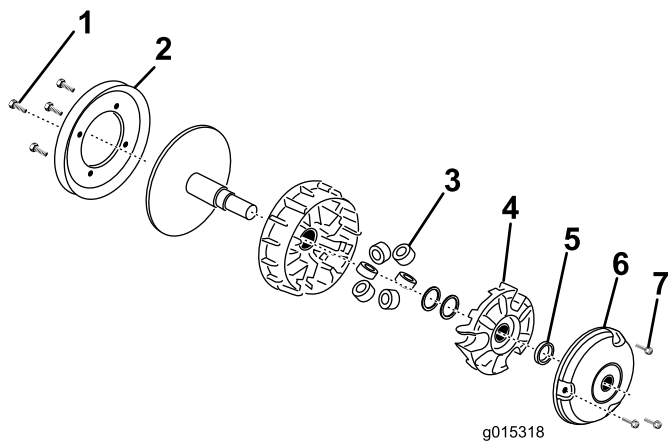

Bild 7
1. Ermitteln Sie die Kupplung unter der Auspuffanlage an der Fahrerseite des Motorraums (Bild 7).
3. Entfernen Sie die vier Schrauben, mit denen die Riemenscheibe hinten an der Kupplung befestigt ist (Bild 7).
6. Entfernen Sie die drei Schrauben, mit denen die Abdeckung befestigt ist (Bild 7).
7. Entfernen Sie die Begrenzer-Beilagscheibe und bewahren Sie für später auf (Bild 7).
8. Drehen Sie das Drehkreuz nach links, um es mit dem Drehkreuz-Ausbauwerkzeug (TOR6016A) zu entfernen (Bild 7).
9. Entfernen Sie die sechs Rollen und ersetzen Sie mit den neuen Rollen aus dem Kit (Bild 7).